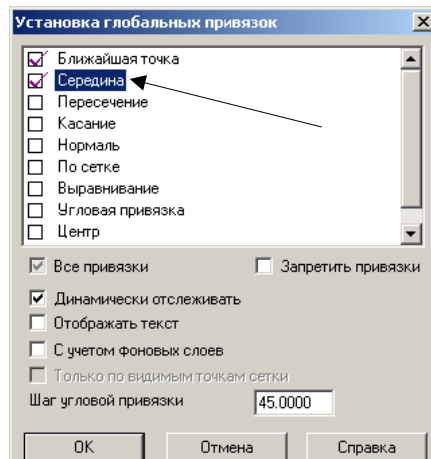

Рис. 25
12. Установите привязки точек по СЕРЕДИНЕ и нажмите на ОК (рис. 25).
ПЕРЕСЕЧЕНИЕ и нажмите на ОК (рис.25).